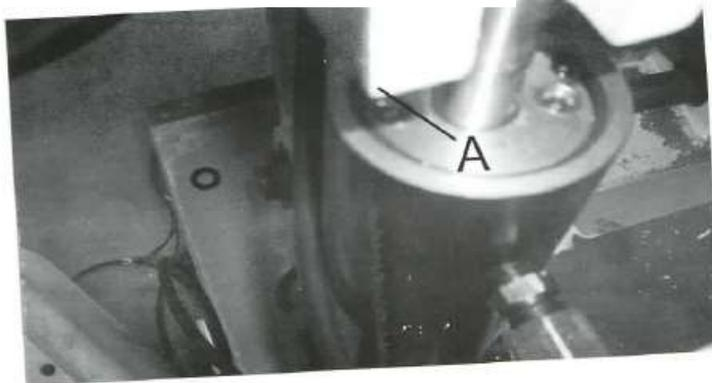
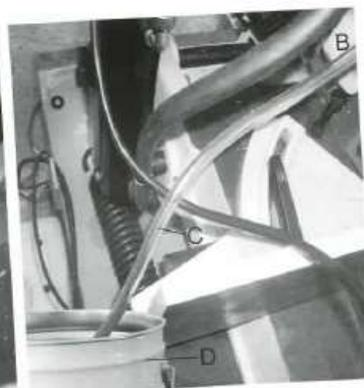

Рис.10
Рис.11
2. Снимите пробку (A) на рисунке 10 с верхней части гидравлической системы и замените подходящим шланговым штуцером (B). Рис.11. как показано на рисунке, подключите прозрачный шланг (C) к штуцеру.
3. Поместите приблизительно одну кварту масла Mobil-DTE (светлое), доступное в банках емкостью 1 кварта в контейнер (D). Рис.11 поместите шланг (C) в контейнер (D), убедившись, что конец шланга погружен в масло, поднимайте и опускайте пилу до тех пор, пока пузырьки не исчезнут из прозрачного шланга (C).
4. Снимите шланговый штуцер (B) Рис.11 и установите пробку (A). Рис.10.